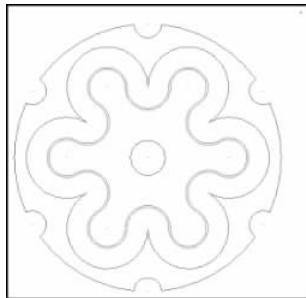

图 5-114 倒角加工路径
(20) 产生的倒角路径如图 5-114 所示。
(21) 单击加工操作管理器中 按钮，然后单击 按钮，在系统弹出的“实体切削”对话框中，单击“模拟执行”